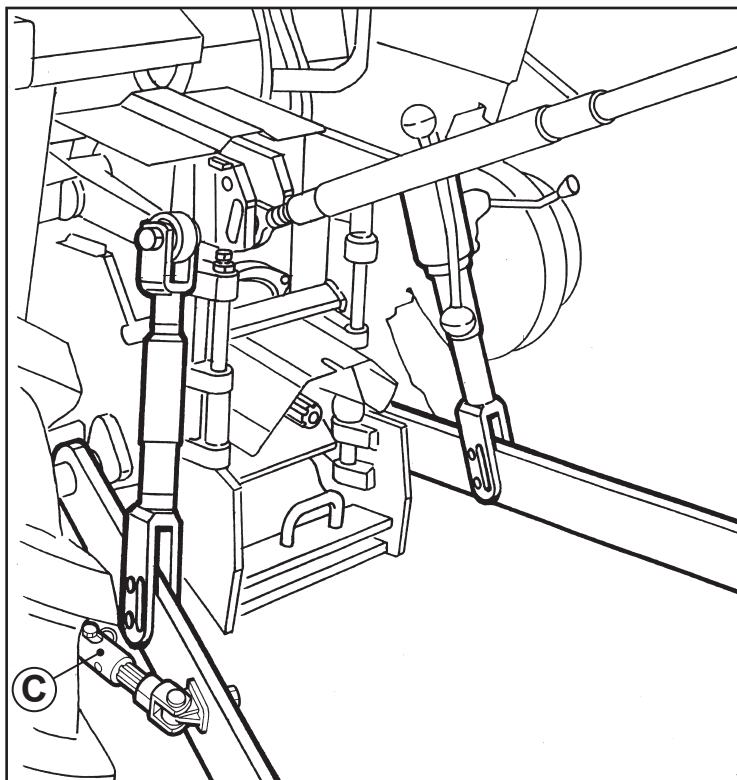

Fig. 1
- 3) Acercar el tractor a la máquina; al hacerlo, prestar atención a que no haya personas ajenas a las operaciones que puedan interponerse entre ambos elementos, y proceder al enganche sólo cuando el tractor esté parado. Fijar los dos brazos de enganche con sus correspondientes pernos (A) e introducir las clavijas de seguridad (B) para ello dispuestas.
- 4) Limitar los desplazamientos laterales y mantener la máquina paralela al tractor, utilizando para ello las cadenas estabilizadores y el registro de regulación de los brazos (C - Fig. 1).
- 5) En el equipamiento, introduzca el extremo del tercer punto a la altura del orificio (D), regulándolo de modo que la máquina quede paralela al suelo.
- Collegare eventuali attacchi rapidi dell'impianto idraulico alle prese sulla trattrice (**Fig. 1**) così come eventuale presa di alimentazione elettrica per il funzionamento di un eventuale dispositivo elettrico/elettronico (se presente).